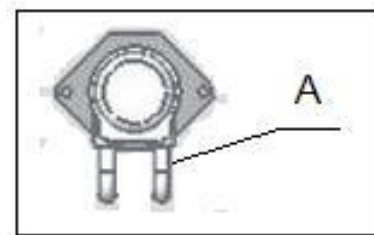

Рисунок 16
5. **Если система насоса для ароматического масла не используется в течение длительного времени или используется впервые.** Двигатель насоса может быть повернут, и валки не будут вращаться, вы услышите характерный звук. В этот момент вы можете несколько раз потянуть головку насоса на выходной шланг, чтобы помочь запустить головку насоса, см. Рисунок 16-А.